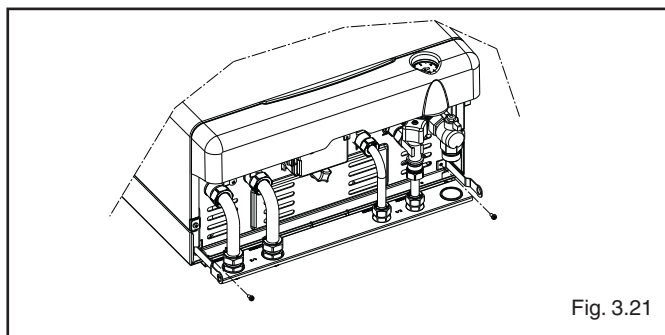

Fig. 3.21
- applicare sulla mensola le squadrette porta copertura fornite in dotazione, fissandole con le apposite viti (fig. 3.21)